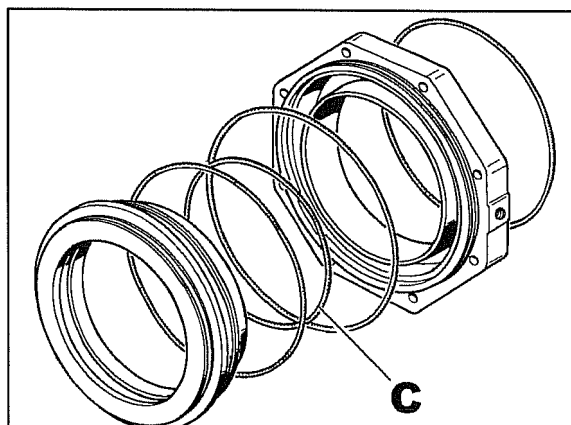

Fig. 30
A fig. 30 mostra em detalhe o cilindro, pistão e relativos anéis de vedação.
- Na remontagem do pistão no cilindro, prestar particular atenção para que o anel **C** fig. 30 de vedação no diâmetro interno, permaneça no seu alojamento durante a operação.